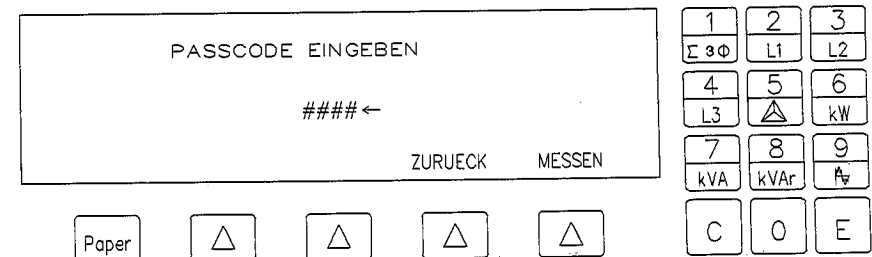

Abb. 3.38
Wenn auf dem Hauptmenü [5] gedrückt wird, wird der Erkennungscode abgefragt (s. Abb. 3.38), der über die Nummerntasten eingegeben wird (mit [E] bestätigen).
- Nach der Wahl des gewünschten Relais gibt die in Abb. 3.38 gezeigte Seite die Wahl zwischen Mindestwert- und Höchstwertalarm.